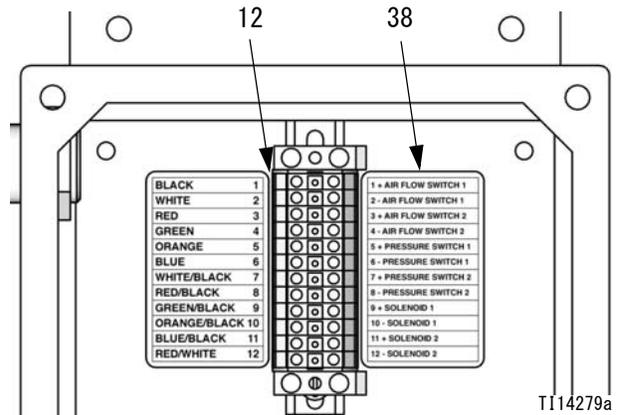

図 5. 圧カスイッチを端子ストリップに接続して下さい
2. ラベル（38）に示されるように、PS # 1からのワイヤを端ストリップ（12）ピン 5（+）& 6（-）の右側に接続して下さい。図5および表1を参照してください。
3. ラベル（38）に示されるように、PS # 2からのワイヤを端ストリップ（12）ピン 7（+）& 8（-）の右側に接続して下さい。図5および表1を参照してください。